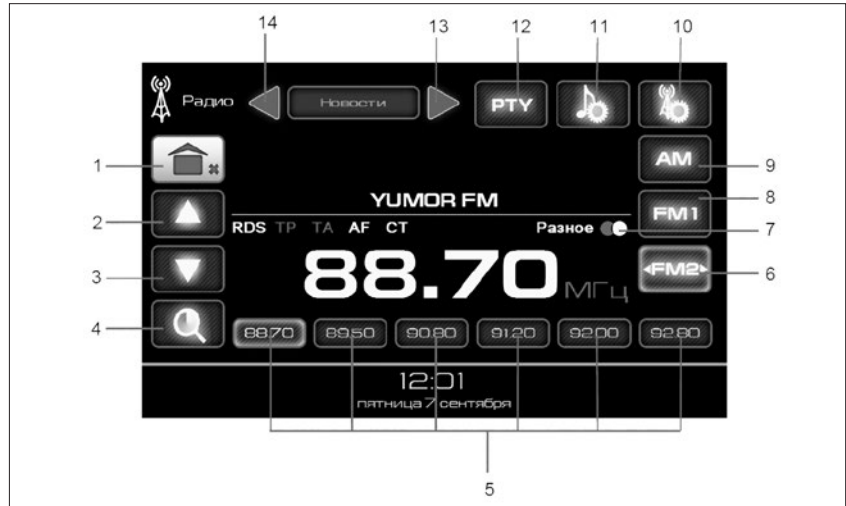

Рис. 55. Окно режима «Радио»
Кнопки **AM**, **FM1**, **FM2-FM4** (рис. 55) позволяют выбрать необходимый диапазон работы:
Длительное удерживание кнопки **1** (рис. 55) приводит к выходу в главное меню с выключение звука радиоприемника. Короткое нажатие кнопки **1** (рис. 55) позволяет перейти в главное меню, не выключая **Радио**.
Для включения автоматической настройки (автопоиска) вверх (вниз) по частоте нажмите кнопку **▲ (2)** или **▼ (3)** (рис. 55) и удерживайте ее в этом положении более 2-х секунд.
Последовательным коротким нажатием кнопок **▲ (2)** или **▼ (3)** (рис. 55) установите требуемую частоту настройки.
течение 2-х секунд кнопку **4** (рис. 55), после этого ММС автоматически настроится на частоты восемнадцати станций и запомнит их. После запоминания радиостанций ММС автоматически переключится в режим прослушивания первой запомненной радиостанции.
Для сохранения в памяти ММС выбранной радиостанции, нажмите и удерживайте в течение 2-х секунд одну из кнопок **5** (рис. 55). Переключение на сохраненную радиостанцию осуществляется коротким нажатием на одну из кнопок **5** (рис. 55).
**OO** кнопка **7** (рис. 55). Нажав кнопку **7** (рис. 55), можно принудительно переключить ММС в монорежим.
Для выбора типа программ при приеме RDS-станций нажмите кнопку **PTY** (рис. 55). На дисплее появится символ **PTY**. Кнопки **(13) ◀** и **(14) ▶** (рис. 55) позволяют выбрать тип программы, которая будет использоваться в режиме автоматического поиска частоты.
Для автоматического поиска радиостанции, передающей выбранный тип программы, нажмите и удерживайте в течение 2-х секунд кнопки **▲ (2)** или **▼ (3)** на рис. 55.